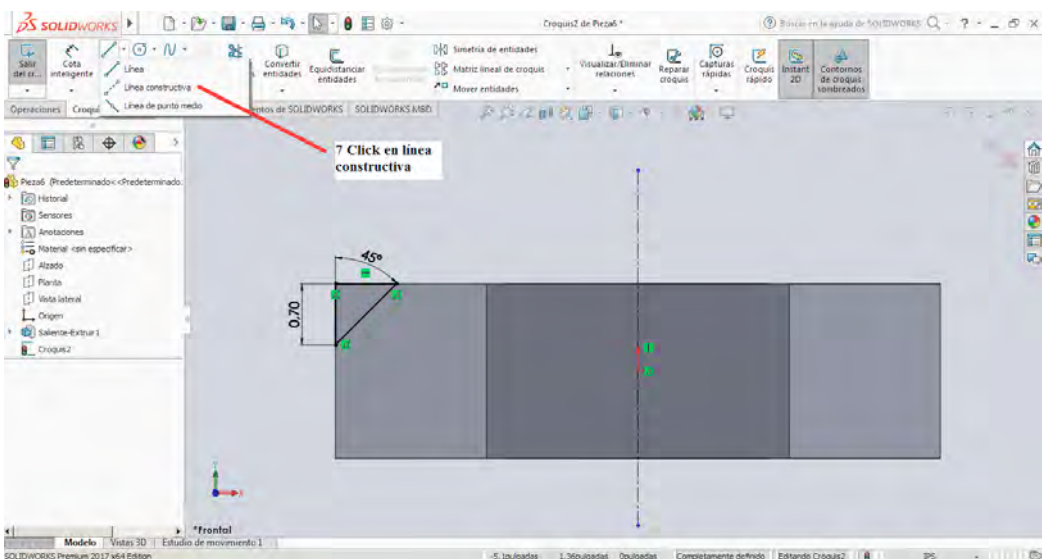

Figura 2-25
7. Se realiza Click en **Línea Constructiva** y se coloca como eje central atado al origen del plano esta línea permitirá realizar un Corte de Revolución para formar la figura en 3D que se necesita, como se muestra en la figura 2-25